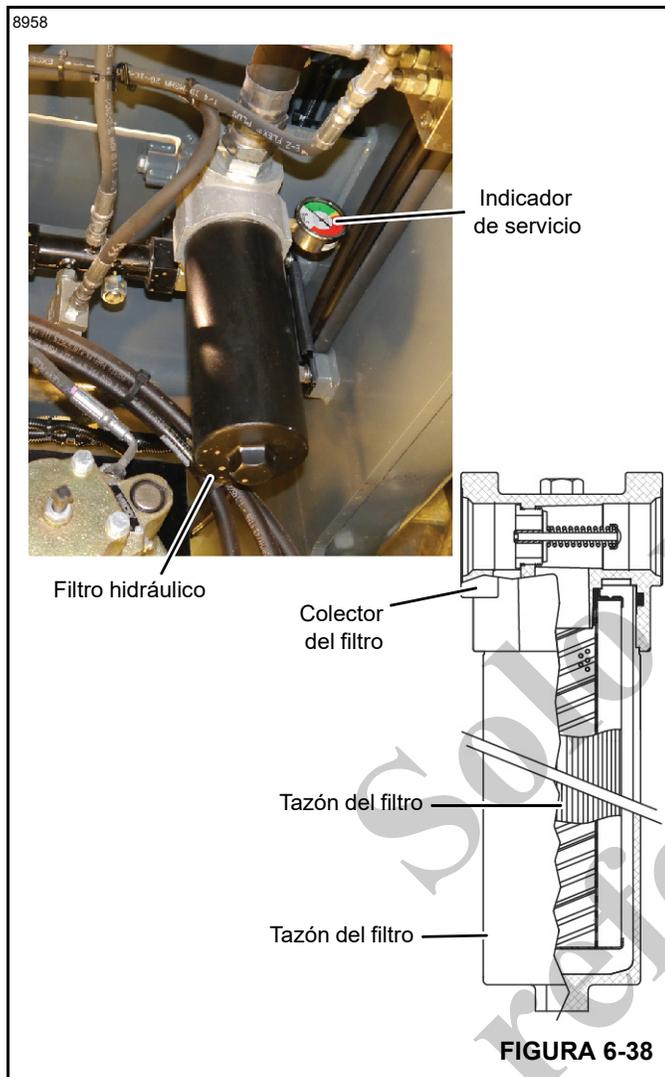

FIGURA 6-38
1. Cambie el elemento del filtro hidráulico (Figura 6-38) cuando el indicador de servicio esté en la zona roja.